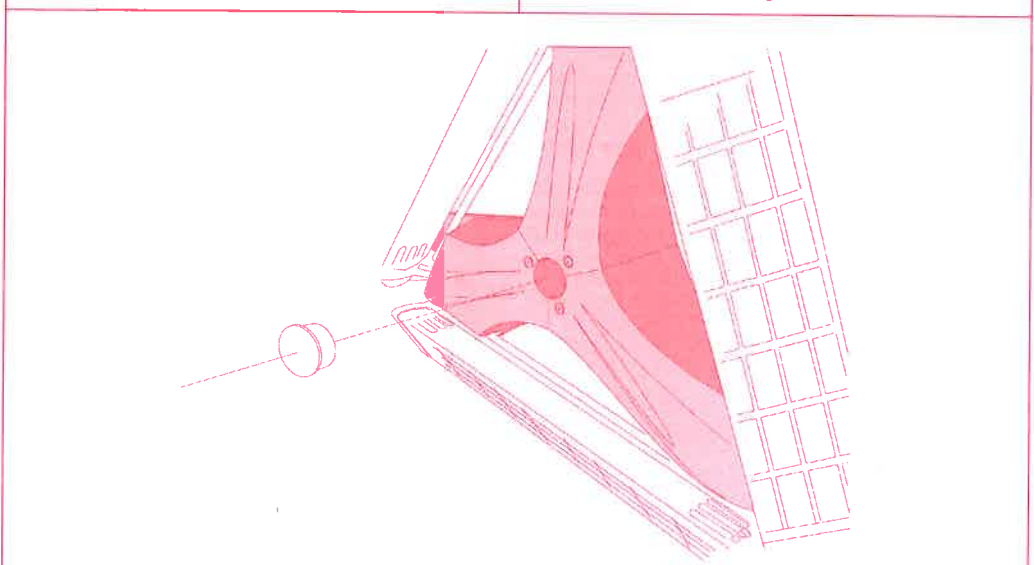

Fig.13
- Führen Sie zum Schluss die weiße Plastikabdeckung in das in der Mitte gelegene Loch des Girosole ein. (Abb. 13).
- Inserir a tampa de plástico branco no furo presente no centro do Girosole (Fig.13)